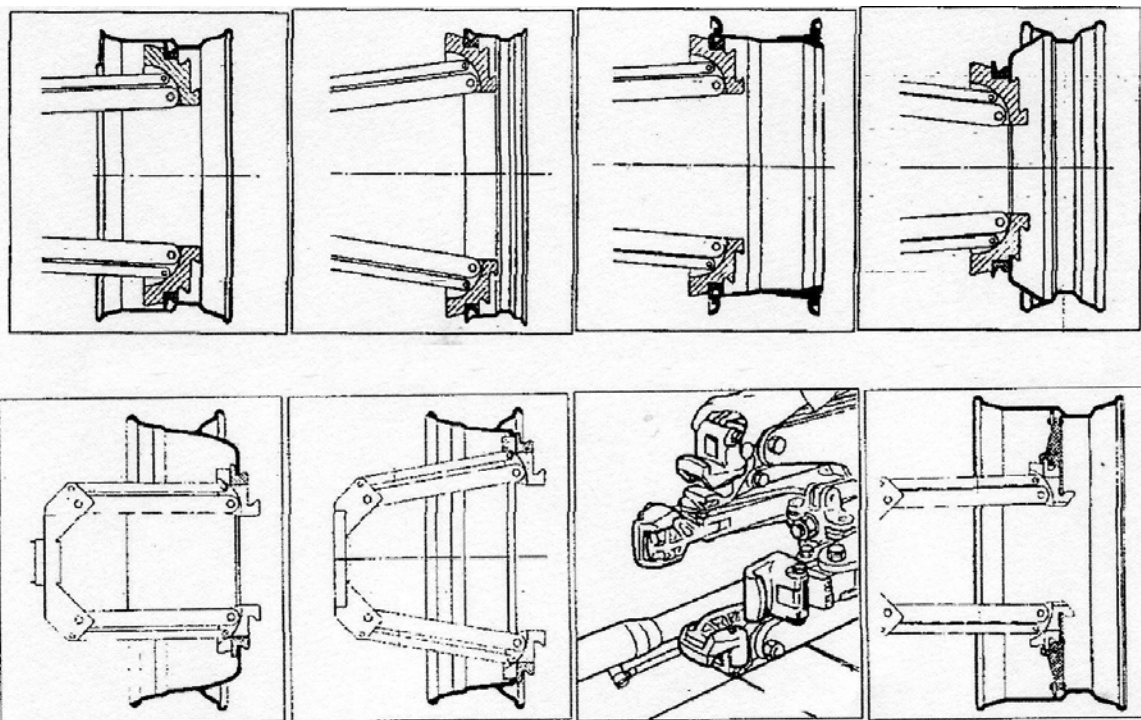
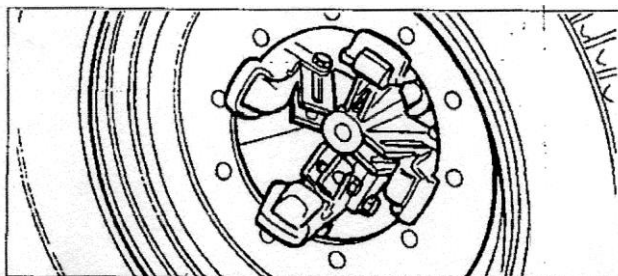

Рисунок 12.
Рисунок 13
8.2.11 Зажимы типа GL вставляются (крепёж байонетного типа) в рычаг на самоцентрирующемся зажиме (Рисунок 12). Благодаря барашковому винту, зажим можно закрепить на стойке. Закрепите обод, как показано на Рисунок 13.